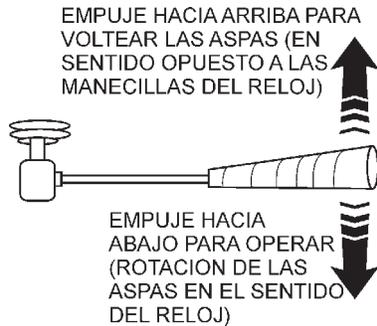
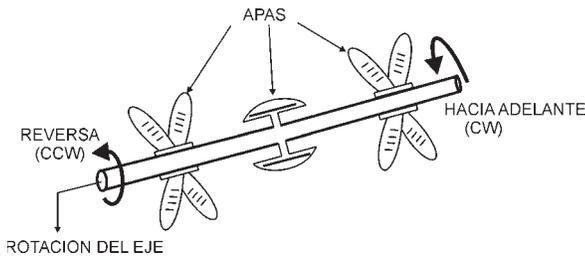
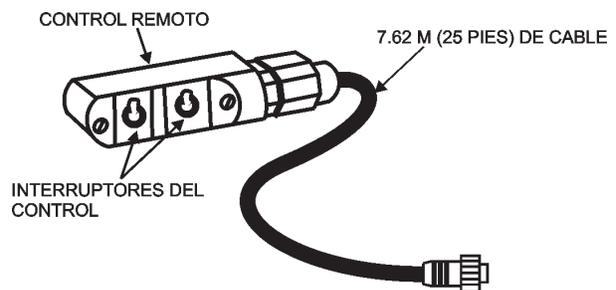

Figura 34. Palanca del control de la revolvedora de la tolva
Figura 35. Aspas de la revolvedora de la tolva (Rotación)
Figura 37. Unidad del control remoto portátil
La palanca de control de la revolvedora de la tolva, esta localizada a la izquierda del medidor de la temperatura hidráulica (Figura 34).
1. Mueva **HACIA ABAJO** la palanca del control de la revolvedora de la tolva (Figura 35) y observe que las aspas (Figura 37) dentro de la tolva, están girando en dirección a las manecillas del reloj (hacia adelante).
2. Mueva **HACIA ARRIBA** la palanca de control de la revolvedora de la tolva (Figura 34) y observe que las aspas (Figura 35) dentro de la tolva, están girando en dirección contraria de las manecillas del reloj. (**REVERSA**).
El cable del control manual (Figura 37) debe ser instalado debajo de la caja de control principal. Contacte a su representante de MAYCO para información adicional.